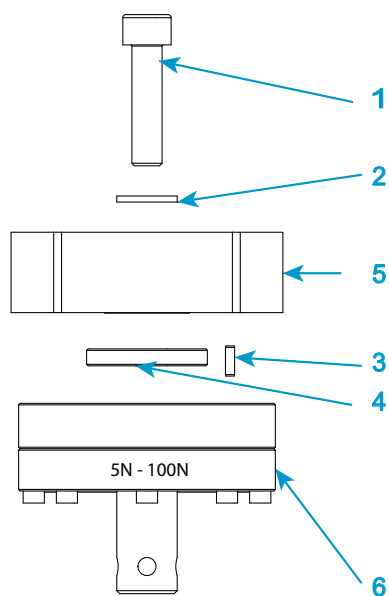

図 15. 2530 シリーズのロードセルの取り付け - 容量 5 N ~ 100 N
説明 図 15
- 84 ページの 図 15 とそれに関連する説明文を参照してください。